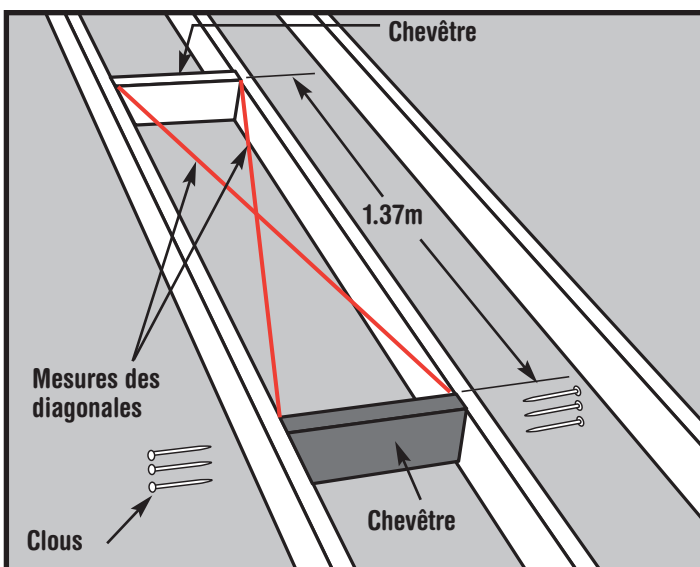

Figure 13 – Façon de vérifier la perpendicularité
- Étape 5.** Positionnez la deuxième chevêtre à 137.2 cm (54") de la première et répétez l'étape 4 (Voir la Figure 13).
- Étape 6.** L'encadrement pour l'ouverture brute nécessite quatre côtés. Les chevêtres posées constituent deux de ces côtés. Si vos solives de plafond sont espacées de façon à constituer les deux autres côtés de l'ouverture brute, contrôlez que tout est d'équerre en mesurant les diagonales. Ces mesures doivent être égales à 3.2 mm (1/8") près pour que la perpendicularité soit acceptable (Voir la Figure 13).